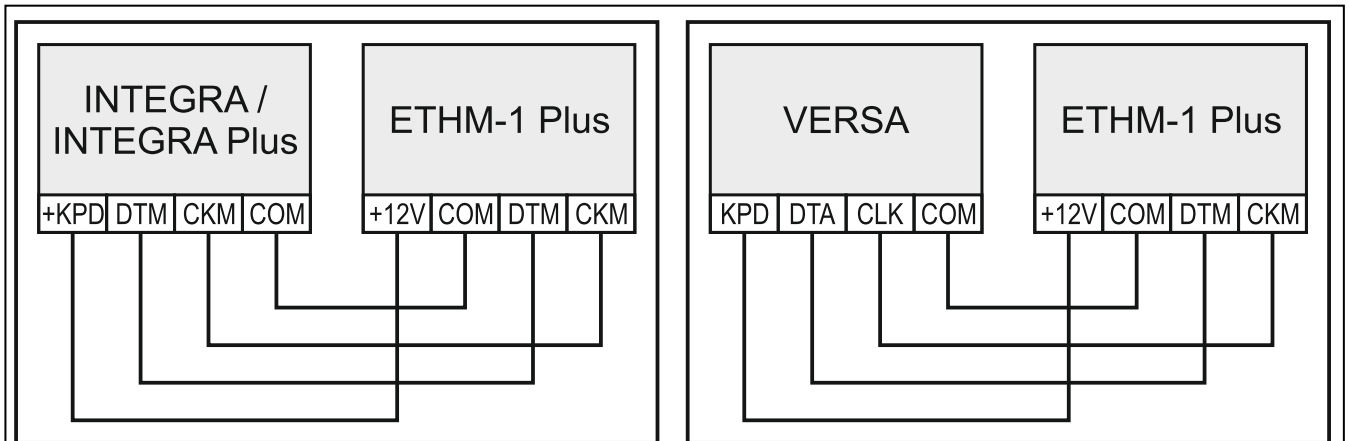

Fig. 2. Método de conectar el módulo a la central de alarma.
3. Los contactos +12V, COM, DTM y CKM del módulo conectar con los contactos de la central de alarma (fig. 2). Para realizar la conexión, se recomienda utilizar un cable no apantallado. Si se emplea un cable de par trenzado, hay que tener en cuenta que las señales CLK (reloj) y DAT (datos) no pueden ser enviados mediante un par de conductores trenzados. Los conductores tienen que ser guiados en un solo cable.